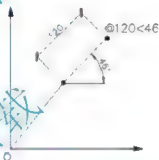

图 2.49 相对极坐标
(2) 相对极坐标: 相对于前一点的极坐标值, 相对极坐标的输入方法为“@长度<角度”, 如输入“@120<16”, 结果如图 2.49 所示。